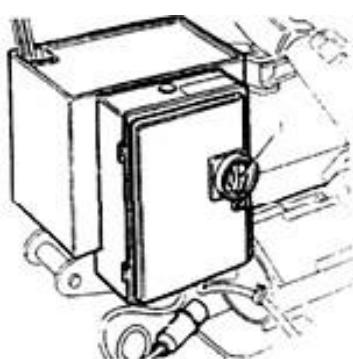

Fig 4
Замечание: электрический и гидравлический моторы оснащены автоматическими выключателями при перегрузке (рис. 4).
Поверните главный выключатель (1) (рис. 4), чтобы запустить мотор. Нажмите на левую педаль (7), зажимное устройство начнет вращаться против часовой стрелки. Нажмите правую педаль (7), зажим начнет вращаться по часовой стрелке. Переместите джойстик (5) в направлении «а» ↔ «б», консоль (2) переместится вверх-вниз; переместите джойстик (5) в направлении «с» ↔ «д», консоль (2) будет перемещаться слева направо и обратно. Переведите вверх переключатель (6), чтобы раскрыть зажим, переведите вниз переключатель (6), чтобы закрыть зажим.